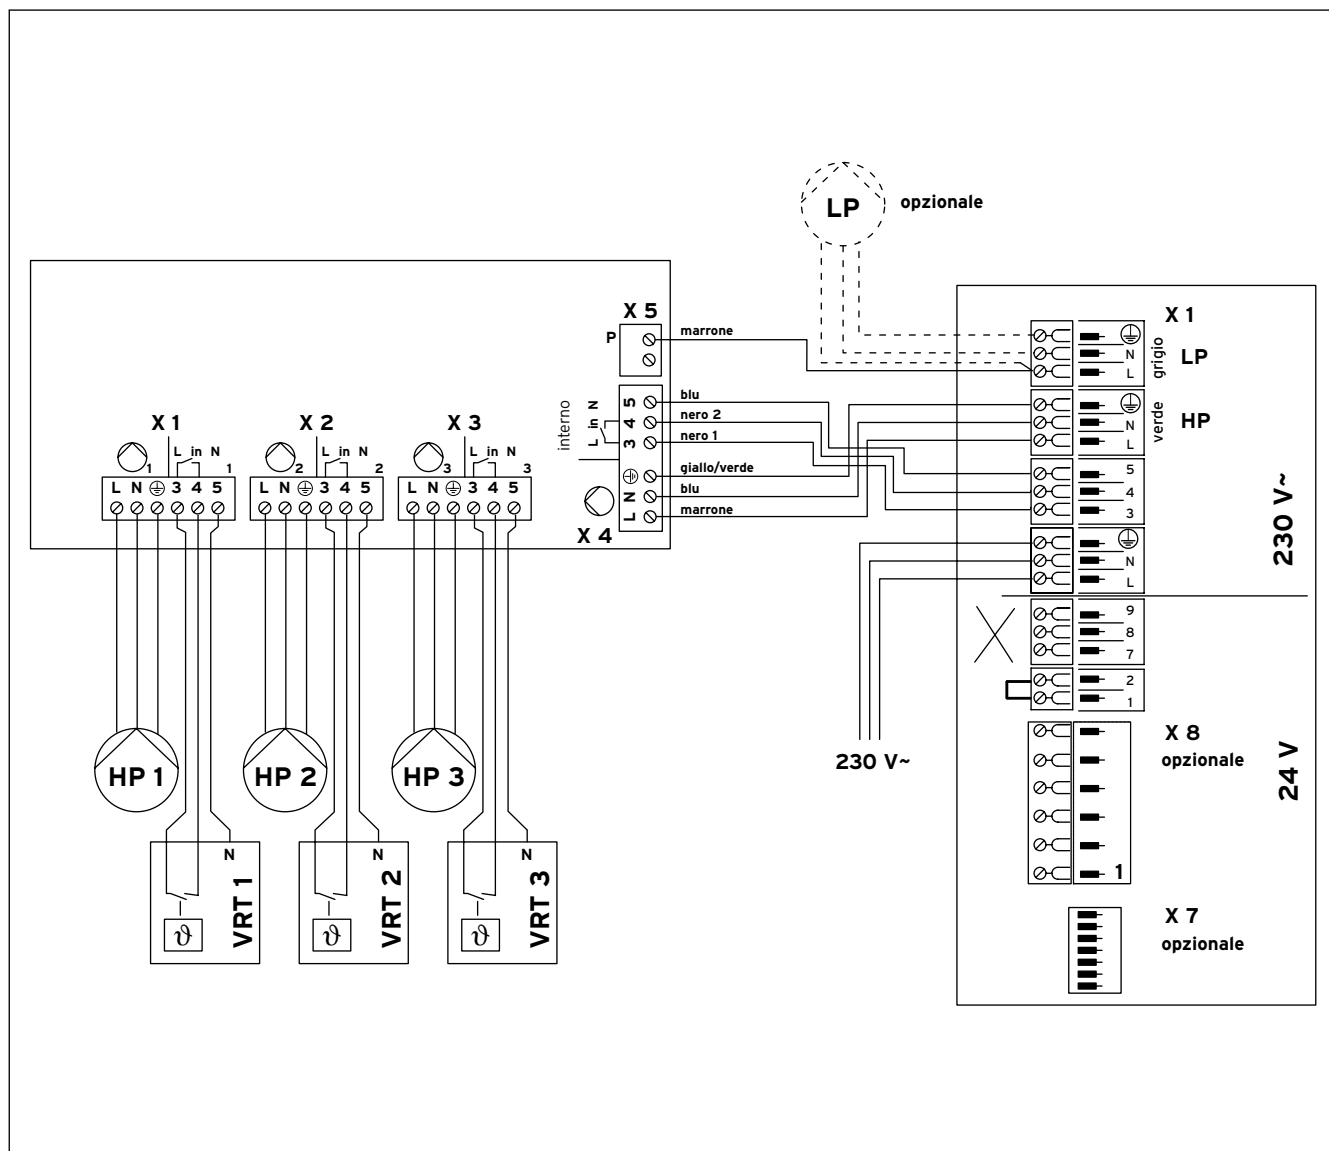

Fig. 3.1 Schema dei collegamenti elettrici
- Collegare le pompe e i termostati ambiente ai connettori X1, X2 e X3 (v. Fig. 3.1), secondo il numero dei circuiti di riscaldamento.
- Collegare il connettore X4, con l'aiuto dell'apposito cavo, al morsetto corrispondente sulla piastra della caldaia (v. Fig. 3.1).
- Per il comando di accensione prioritaria dell'acqua calda sanitaria, collegare il morsetto "P" (X5 nell'accessorio) al morsetto "L" (LP sulla piastra della caldaia), come illustrato in Fig. 3.1.